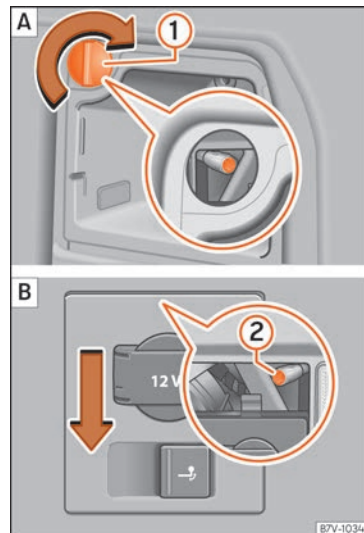

Fig. 115 En el lateral del maletero: desmontar las luces posteriores izquierda y derecha. ① retirar el capuchón; ② tornillo de fijación.
3.	Gire el capuchón ① 90° en el sentido de la flecha y retírelo.
4.	Desenrosque el tornillo de fijación » fig. 115 ② con el destornillador de las herramientas de a bordo » pág. 91. El tornillo queda asegurado en su posición.